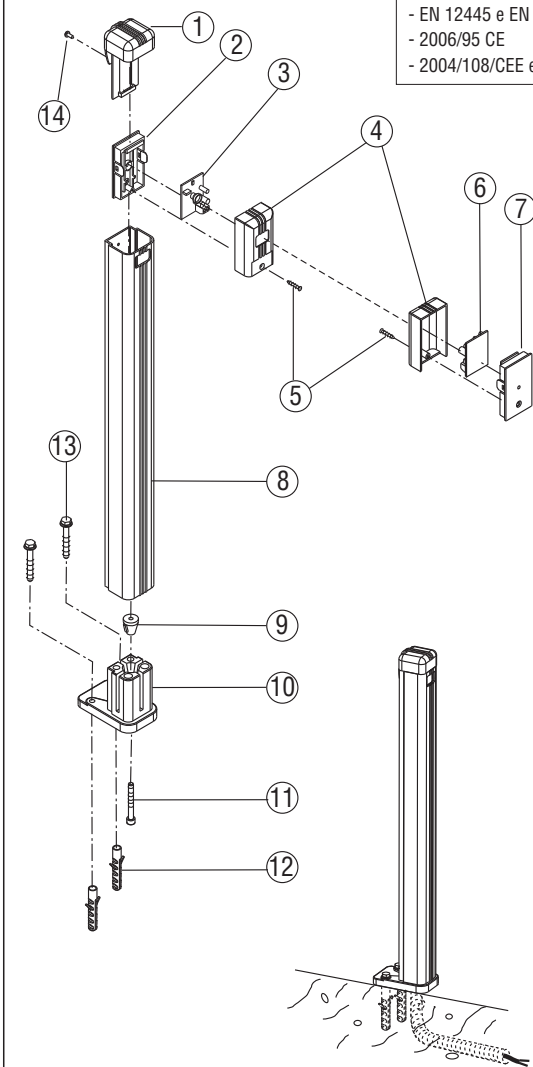

Fig. 2
La fotocellula Trifo 11 è un dispositivo di sicurezza che consente l'arresto o l'inversione del movimento di un ingresso automatizzato quando viene interrotto il fascio di luce infrarossa emessa da un Proiettore (3) (riconoscibile da due tacche sotto la superficie del Contenitore (2) Fig.2), e da un Ricevitore (6). E' presente nel Ricevitore (6) un led rosso interno che si accende quando è interposto un ostacolo che interrompe il fascio di luce emesso, oppure nel caso le fotocellule non siano allineate tra loro.
Fissaggio a parete della Trifo 11 (Fig.2): si deve mettere a nudo il Contenitore (2) e (7), poiché dietro le schede del Ricevitore (6) e del Proiettore (3) c'è il foro di fissaggio mediante tassello (5) a muro, il quale funge anche da indicatore di allineamento per entrambi i componenti: come prima operazione svitare la vite di fissaggio(5) e togliere il coperchio (4), poi estrarre la scheda (3) allargando le due linguette laterali del fondo contenitore (2).
La photocellule Trifo 11 est un dispositif électronique de sécurité qui permet l'arrêt ou l'inversion du mouvement du portail automatique lorsque le faisceau de lumière, émis par un émetteur (3) - on peut distinguer l'émetteur par deux entailles au-dessous du boîtier (2) Fig. 2- et par un récepteur (6), est interrompu par un obstacle. Dans le récepteur (6), une led rouge interne s'allume lorsque le faisceau est interrompu ou dans le cas les photocellules ne sont pas bien alignées.
Fixation murale de la cellule Trifo 11 (Fig. 2): il faut mettre à nu le boîtier (2) et (7), en retirant les cartes (6) et (3) car la fixation des boîtiers de l'émetteur et du récepteur se fait par un trou de fixation au moyen d'une cheville au mur qui sert d'indication pour l'alignement pour les deux composants; la première opération à faire est dévisser la vis de fixation (5) et enlever le couvercle (4), puis tirer la carte (3) en écartant les deux entailles dans le fond du boîtier (2).
Die Lichtschranke Trifo 11 ist eine Sicherheitsvorrichtung, die das Halten oder die Umkehrung der Bewegung der automatisierten Zufahrt erlaubt, wird der infrarote Lichtstrahl, der von dem Lichtsender (3) - durch zwei Einschnitte unter dem Gehäuse erkennbar (2) Abb. 2 - zu einem Lichtempfänger (6) ausgesandt wird, unterbrochen. Im Lichtempfänger (6) befindet sich eine rote Innenlede, die aufleuchtet, wenn ein Hindernis den Lichtstrahl unterbricht oder wenn die Fotozellen nicht gut miteinander ausgerichtet sind.
Wandmontage der Trifo 11 (Abb. 2): Die Gehäuse (2) und (7) abmontieren, da die Befestigung der Fotozelle hinter der Empfänger- (6) und Sender-Platine (3) durch einen Wanddübel erfolgt, der auch als Ausrichtungsanzeiger für beide Komponenten dient. Zuerst die Befestigungsschraube (5) lösen und den Deckel (4) entfernen, danach die Platine (3) herausziehen, indem die seitlichen Klappen der Hinterseite (2) des Gehäuses ausgebreitet werden.